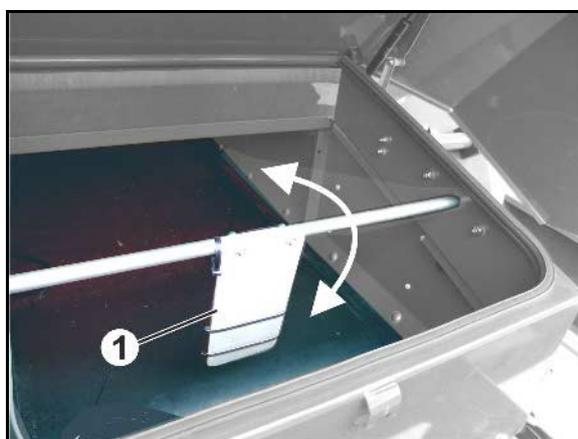

Fig. 75
1. Pour vérifier le jeu de paliers des moyeux de roues, relever les essieux jusqu'à ce que les pneumatiques soient libérés (Fig. 75).